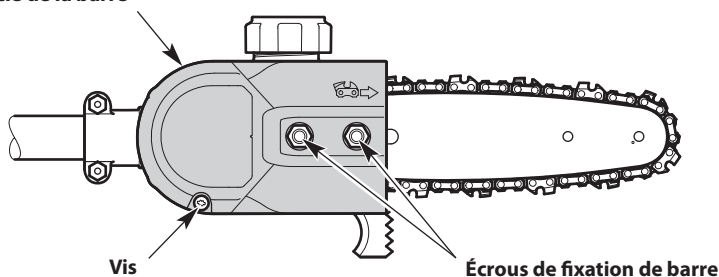

Fig. 15
1. Retirez la vis et deux (2) écrous de fixation de barre (1/2 po) (Fig. 15).
2. Retirer le couvercle du guide (Fig. 15).
1. Desserrez les écrous de retenue des barres, mais ne les retirez pas (Fig. 15).